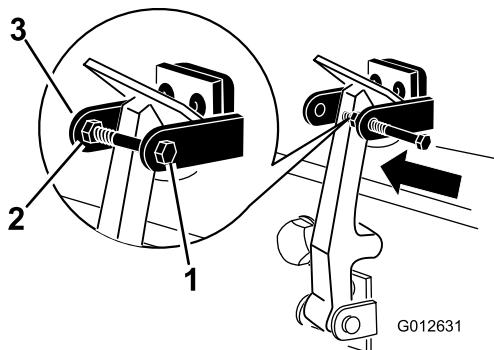

Figura 6
8. Aperte o parafuso no outro braço do suporte do trinco do capot para prender o trinco na posição (Figura 6). Aperte o parafuso firmemente, mas não aperte a porca.